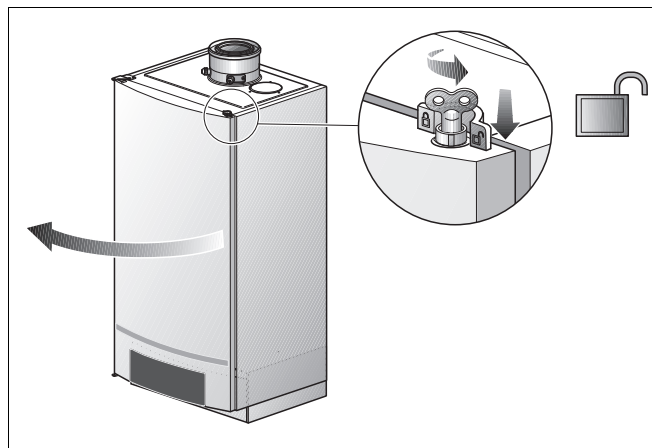

Fig. 19 Aprire il portello della caldaia
- Allentare di un quarto di giro la chiusura del portello della caldaia con la chiave di sfiato (fig. 19, zoom).
- Premere verso il basso la chiusura (fig. 19) e aprire il portello della caldaia.